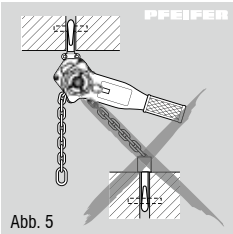

Abb. 5
- Schrägzug d. h. seitliche Belastung auf das Gehäuse oder oberen/unteren Haken vermeiden. Immer in einer geraden Linie zwischen beiden Haken heben/spannen/ziehen (Abb. 5).
- Schrägzug, d.h. seitliche Belastung auf das Gehäuse oder die Unterflasche ist verboten (Abb. 5).
- der Befestigungspunkt ausreichend dimensioniert ist und sich das Gerät frei ausrichten kann. Schrägzug vermeiden (Abb. 5)!